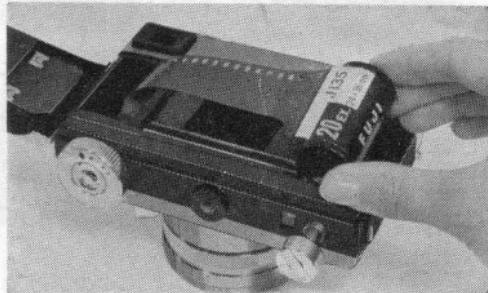

Fig. 4
- 3. Insert film cartridge into the film chamber. (Fig. 4)
- 3. Setzen Sie die volle Filmpatrone ein. (Fig. 4)
- 3. Tirez-le dehors jusqu'a l'arrêt et introduisez la car touche du film pleine. (Fig. 4)
- 3. Insértese el cartucho de película en la cámara. (Fig. 4)